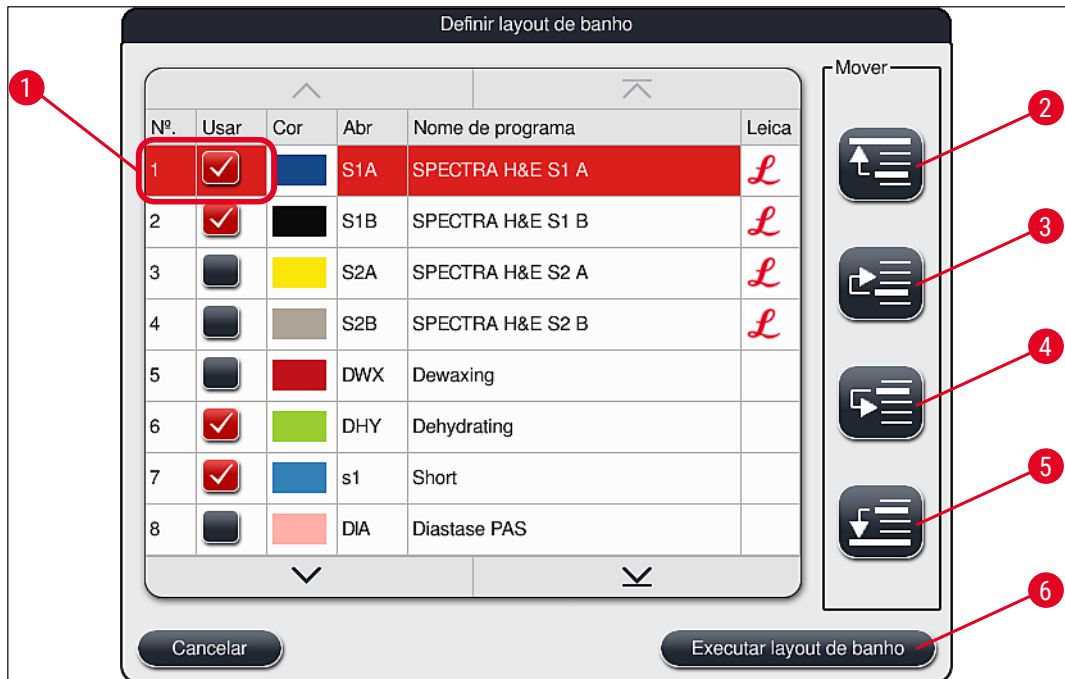

Fig. 50
- Pressione o botão **Continuar** (→ "Fig. 52-4") para prosseguir ou o botão **Cancelar** (→ "Fig. 52-5") para retornar à seleção de programa (→ "Fig. 50").